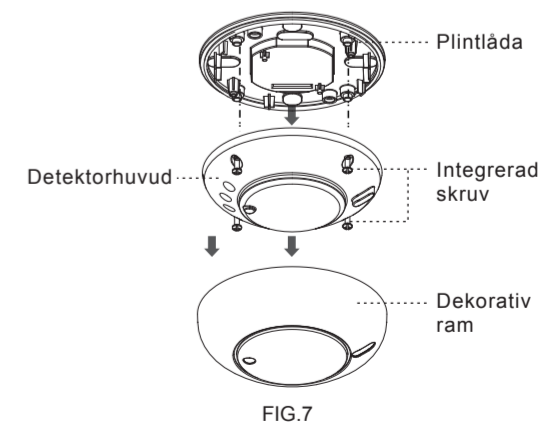

FIG.7
4.4.1.1 Ta av detektorns dekorativa ram, lossa sedan detektorns huvud från plintlådan genom att skruva loss dess 4 integrerade skruvar (se FIG.7).
4.4.1.4 Fixera detektorns huvud på plintlådan genom att sticka in dess fyra integrerade skruvar i skruvhålen. Sätt sedan dit den dekorativa ramen (se FIG.7).